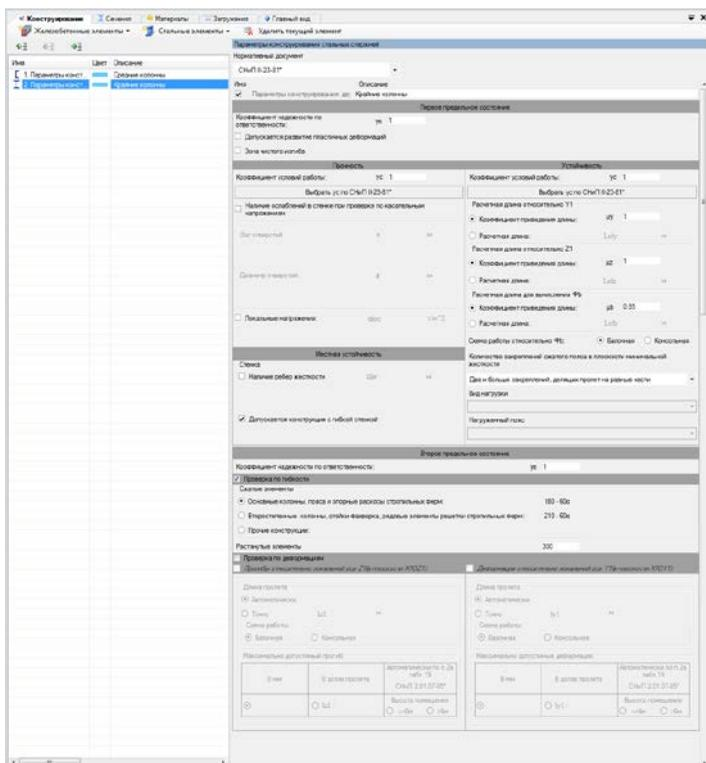

Рис. 152. Редактор параметров конструирования для крайних колонн
- В разделе **Первое предельное состояние** задайте (рис. 152); коэффициент надежности по ответственности  $\gamma_n = 1$ ; коэффициент условий работы по прочности  $\gamma_c = 1$ ; коэффициент условий работы по устойчивости  $\gamma_{cs} = 1$ ;